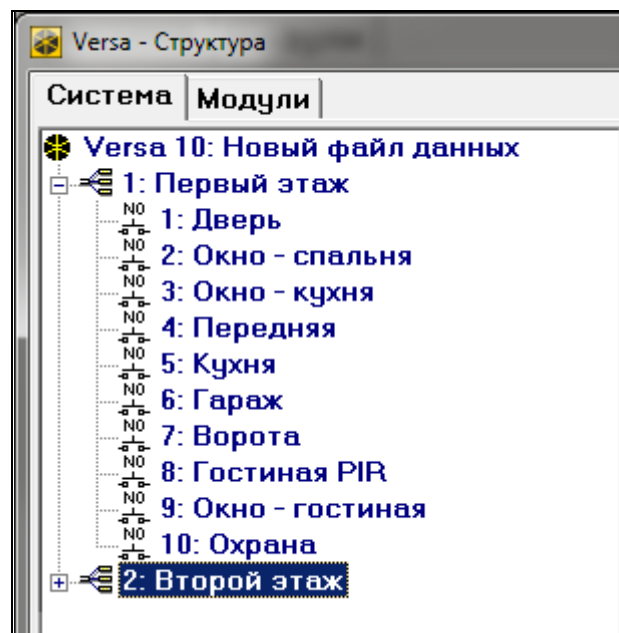

Рис. 6. Программа DLOADX: список групп зон и зон в виде дерева в закладке «Система», в окне «Versa – Структура».
- программы DLOADX: окно «Versa – Структура» →закладка «Система». Разделы и зоны отображаются в виде дерева с левой стороны окна (рис. 6). Кликните по разделу для настройки.
- окно «Versa – Структура» →закладка «Система». Разделы (группы зон) и зоны отображаются в виде дерева с левой стороны окна (рис. 6). Кликните по зоне, параметры и опции которой должны настраиваться.